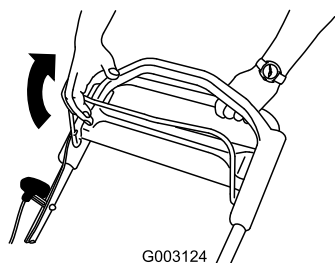

Figura 19
2. Tire de la barra de control de la cuchilla hacia el manillar (Figura 19).